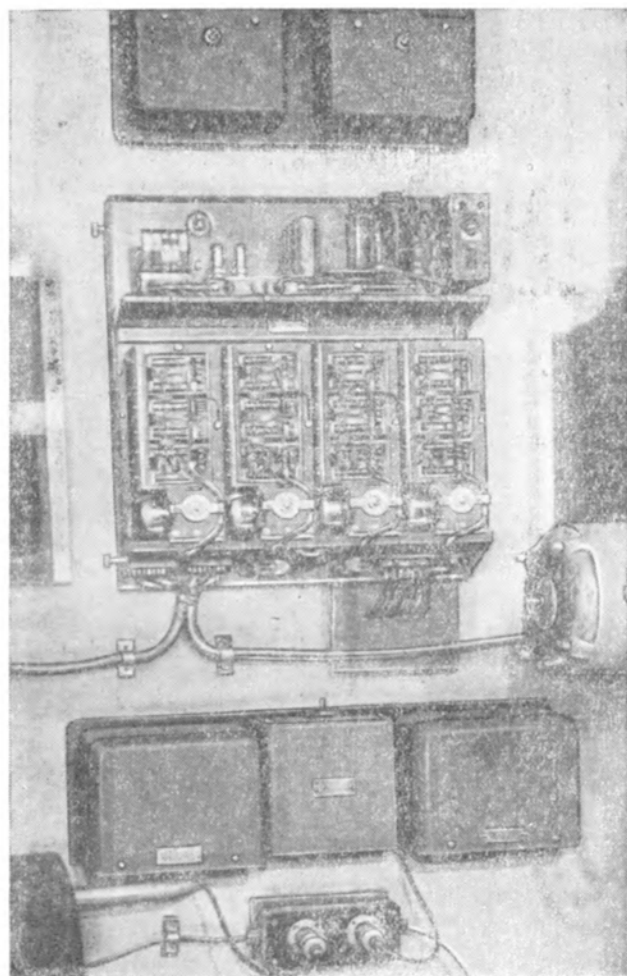

Рис. 7. Четырехканальный предварительный усилитель и два фотоусилителя с питанием (внизу)
1) четырехканальный предварительный усилитель (рис. 7), смонтированный на общем шасси с выпрямителем и релейной схемой управления четвертым каналом на частоте 12 000 гц. Усилители предварительного усиления — трехкаскадные с трансформаторными входом и выходом. Предварительный усилитель монтируется на стене между проекторами, его габариты: $500 \times 540 \times 175$ мм.